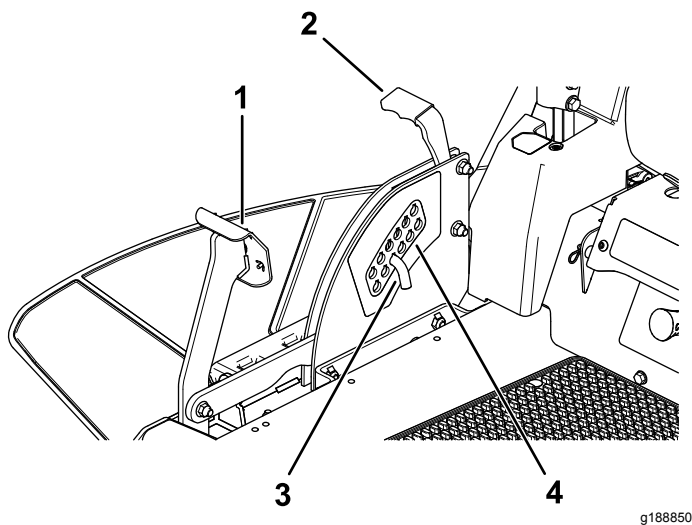

Bild 28
1. Treten Sie mit dem Fuß auf das Mähwerkhubpedal und heben Sie das Mähwerk in die arretierte Transportstellung an (d. h. die Schnitthöhe von 114 mm), wie in Bild 28 abgebildet.
- Entfernen Sie den Splint zum Einstellen der Schnitthöhe aus der Schnitthöhenhalterung (Bild 28).
- Wählen Sie ein Loch in der Schnitthöhenhalterung, das der gewünschten Schnitthöhe entspricht, und stecken Sie den Stift wieder ein (Bild 28).